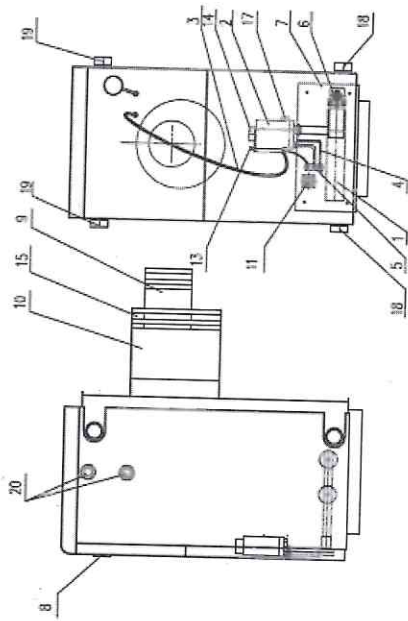
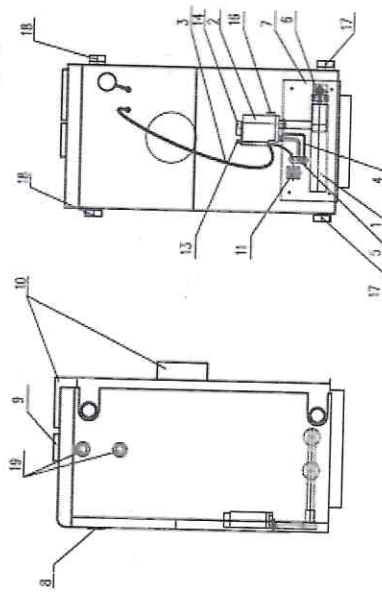

Рис. 1. Устройство котла с коаксиальным трактом
Рис. 2. Устройство котла с раздельным трактом
- 5.1. Котел имеет закрытую камеру сгорания, т.е. забор воздуха на горение осуществляется снаружи помещения. Для воздухоподачи и удаления продуктов сгорания котел изготавливается с раздельным или коаксиальным дымоотводящим трактом. При коаксиальном выходе котел (рис.1) комплектуется собственным дымоотводящим трактом, который устанавливается через отверстие в наружной стене здания и система дымоудаления не требует дымовой трубы. При раздельном выходе котел (рис.2) комплектуется секцией воздуховода. Снаружи на конец дымоотводящего тракта или воздуховода устанавливается ветрозащитное устройство-терминал. Котел представляет собой сварную водотрубную конструкцию, образующую по всему периметру водяную рубашку. Для горячего водоснабжения в верхней части водяной рубашки размещается змеевик. Топочная камера имеет внешний проем для установки газорелочного устройства.